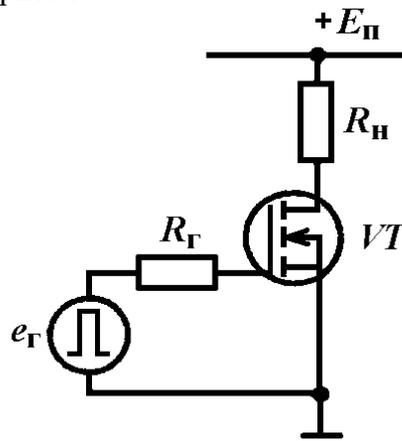
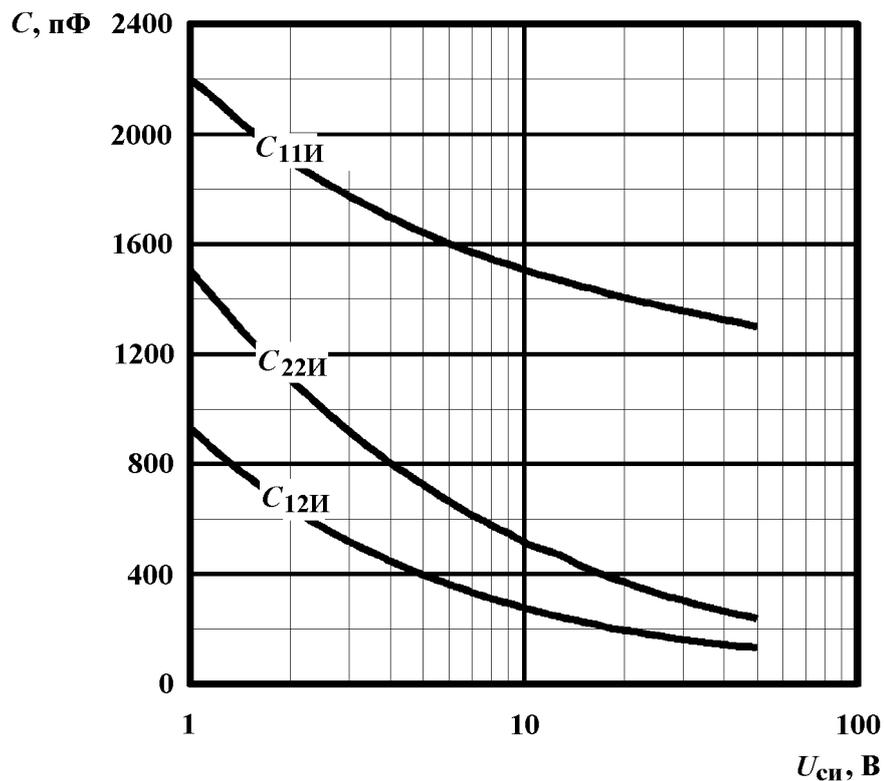

Рис. 3. Ключ на МДП-транзисторе
Рис. 4. Зависимости входной $C_{11И}$, проходной $C_{12И}$ и выходной $C_{22И}$ емкостей МДП-транзистора от выходного напряжения
Представление и содержание оценочных материалов	<p>После изучения соответствующего раздела дисциплины студенту предлагается выполнить домашнее задание с целью закрепления навыков практических расчетов и проектирования узлов силовой электроники, представленное в виде объемной задачи с исходными данными в соответствии с вариантом, с подробным развернутым решением.</p> <p>Примеры домашних заданий</p> <p>1. Определите мощность потерь в диоде, работающем в схеме на рис. 1, если он переключается из проводящего состояния в непроводящее (и наоборот) перепадом напряжений с $E_{r1} = 50$ В до $E_{r2} = -50$ В (и наоборот). Частота переключения диода $f = 20$ кГц, скважность импульсов напряжения $e_r Q = 2$, сопротивление внешней цепи $R = 10$ Ом, падение напряжения на диоде в прямом направлении в импульсном режиме $U_{пр.и} = 1$ В, сопротивление утечки диода 100 кОм, время жизни носителей в базе диода $\tau_{эфф} = 10$ нс, значение барьерной емкости $p-n$-перехода диода при обратном напряжении 20 В $C_b = 10$ пФ. Контактная разность потенциалов $p-n$-перехода равна $0,6$ В, $p-n$-переход считать плавным.</p> <div data-bbox="762 907 1085 1086" data-label="Diagram"> </div> <p>Рис. 1. Диодный ключ</p> <p>2. Рассчитать мощность потерь в транзисторе, работающем в ключевом режиме в схеме на рис. 2. $E_{п} = 50$ В, $R_{н} = 20$ Ом, $\beta = 20$, запирающее напряжение $E_{r1} = 4$ В, запирающее напряжение $E_{r2} = -2$ В, $R_{г} = 10$ Ом, модуль коэффициента передачи тока на частоте $f_1 = 1$ МГц $\beta(f_1) = 5$, барьерная емкость коллекторного перехода при нулевом напряжении $C_{к} = 2$ нФ, контактная разность потенциалов перехода $0,6$ В, переход резкий. Падение напряжения на насыщенном транзисторе $U_{кэ.нас} = 0,2$ В, входное напряжение в состоянии насыщения $U_{бэ.нас} = 0,9$ В. Временем задержки включения пренебречь. Транзистор переключается с частотой $f = 10$ кГц, скважность управляющих импульсов $e_r Q = 2$.</p> <div data-bbox="718 1512 1133 1948" data-label="Diagram"> </div> <p>Рис. 2. Ключ на биполярном транзисторе</p> <p>3. Определить, откроется ли транзистор (рис. 3) вследствие эффекта du/dt, если время нарастания напряжения $u_{си}$ при выключении составляет 20 нс. $E_{п} = 80$ В, $R_{г} = 5$ Ом, падение напряжения на открытом транзисторе $U_{си.нас} = 2$ В, пороговое напряжение</p>
отпирания транзистора $U_{зи.пор} = 2$ В, зависимости емкостей транзистора от напряжения приведены на рис. 4.
4. Рассчитать мощность потерь в МДП-транзисторе, работающем в ключевом режиме в схеме на рис. 3. $R_{Г} = 5$ Ом, амплитуда отпирющего напряжения $E_{Г1} = 15$ В, амплитуда запирающего напряжения $E_{Г2} = -15$ В, $E_{п} = 50$ В, $R_{н} = 10$ Ом, крутизна проходной вольт-амперной характеристики транзистора $S = 10$ А/В, внутреннее сопротивление транзистора в открытом состоянии $r_{си.отк} = 0,1$ Ом, пороговое напряжение отпирания транзистора $U_{зи.пор} = 2$ В. Транзистор переключается с частотой $f = 20$ кГц, скважность следования управляющих импульсов $e_{Г}$ $Q = 2$. Зависимости внутренних емкостей транзистора от напряжения приведены на рис. 4.